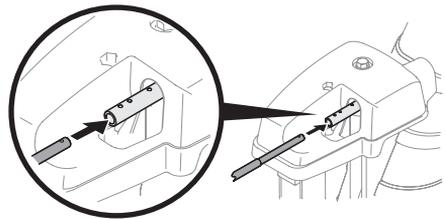

Figura 36
2. Inserte el extremo redondeado de la varilla de control del canal en el cabezal de control del canal. Empuje la varilla dentro del cabezal de control del canal lo más posible, manteniendo los orificios de la varilla orientados hacia arriba (Figura 36).